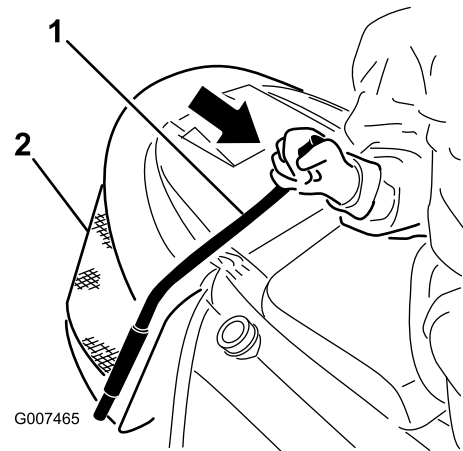

Figura 15
2. Tire de la palanca del recogehierbas hacia adelante para inclinar la cesta (Figura 15).